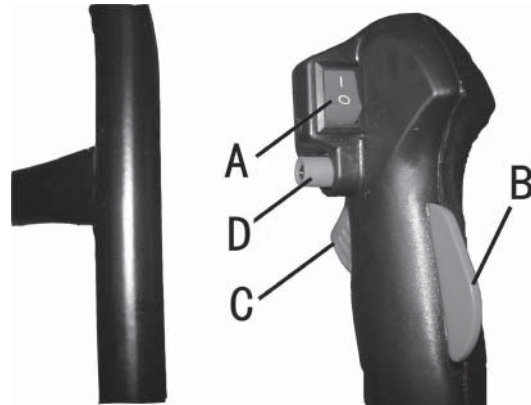

Рис. 5
1. Переведите выключатель А (Рис.5) в положение «Вкл».
После запуска двигателя нажмите курок газа (С, Рис.5), чтобы отпустить кнопку D (Рис.5) и дать двигателю поработать на холостом ходу.
1. Отпустите курок газа (С, Рис.5) и дайте двигателю поработать на холостом ходу 2~3 минуты, чтобы двигатель остыл.
2. Выключайте двигатель, установив выключатель (А, Рис.5) в положение «Выкл».